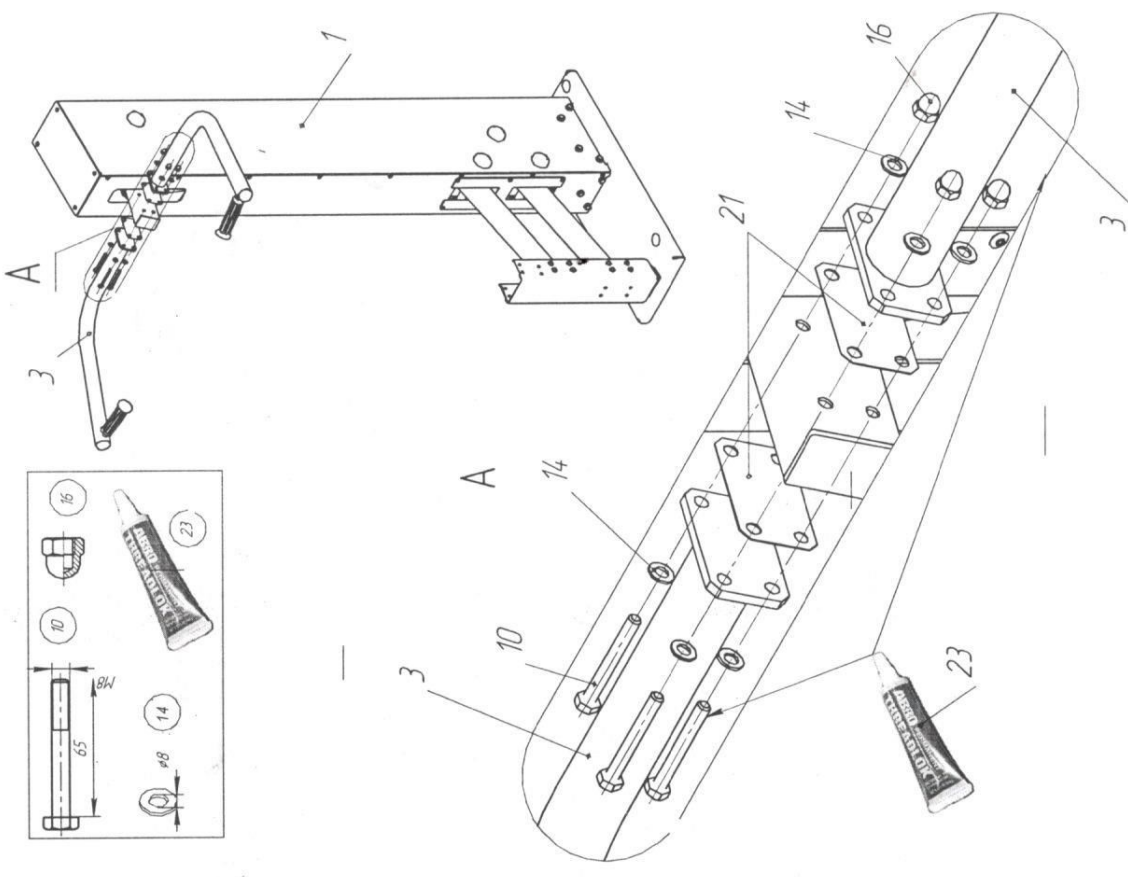

Рис.5
10.3.3.1 На стойку поз.1 установить и закрепить ручки левую и правую поз.3 используя прокладки поз.21 (рис.5) при помощи болтов поз.10, шайб поз.14 и гаек поз.16.